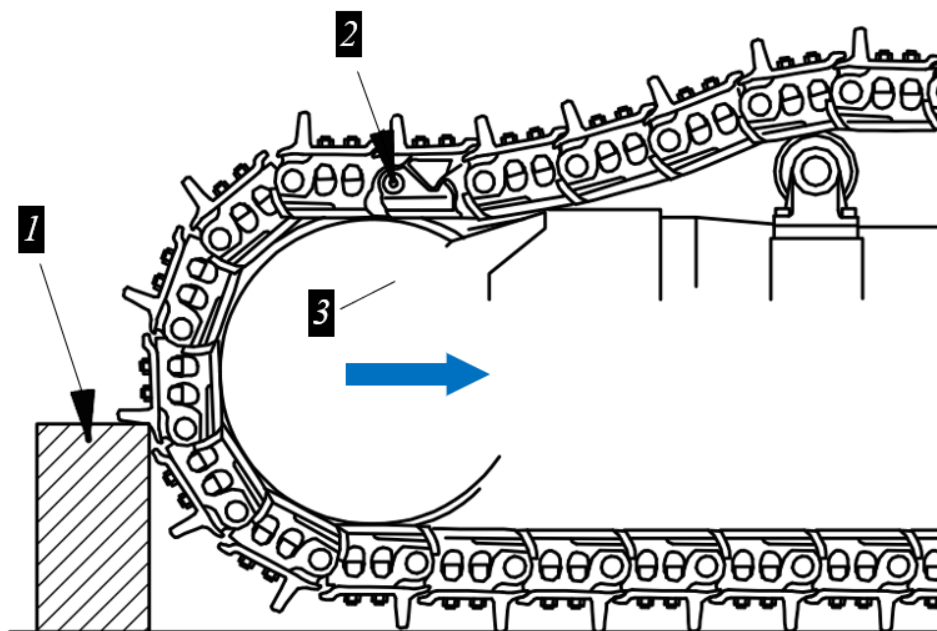

Рисунок 5.80. Процедура снятия натяжения с гусеничной цепи
- ▶ Спереди, под натяжное колесо установить подпорку 1, например, деревянный брусок рис. 5.80.
- Медленно наехать натяжным колесом 3 на подпорку 1, см. рис. 5.80.
- ▷ Для удобства демонтажа замыкающие полузвенья 2 при этом должны располагаться примерно над направляющим колесом 3, рис. 5.80.